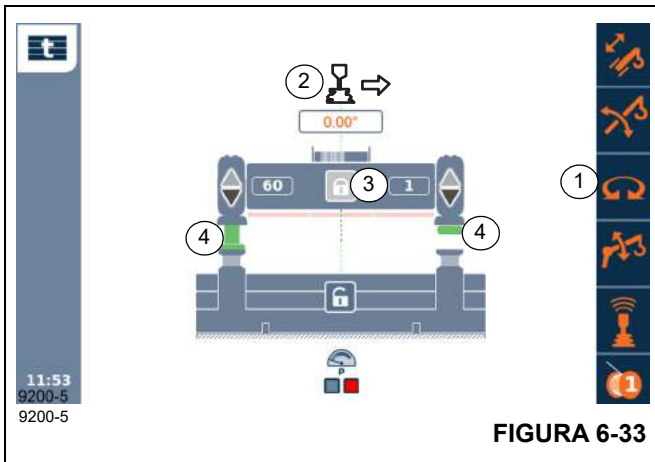

FIGURA 6-33
- Los cilindros de elevación deben estar completamente retraídos, símbolo (4), (Figura 6-33), verde.
- La corona de giro debe estar activada – símbolo (1), (Figura 6-33), verde.
- Símbolo (3), (Figura 6-33), activo.
- Símbolo (2), (Figura 6-33), visualizado.